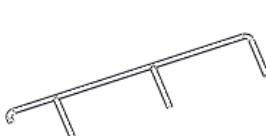

图 13.2.14 切除—拉伸 1
Step11. 创建图 13.2.14 所示的拉伸一切除 1。
(1) 选择命令。选择下拉菜单 **插入(I)** → **切除(C)** → **拉伸(E)...** 命令。